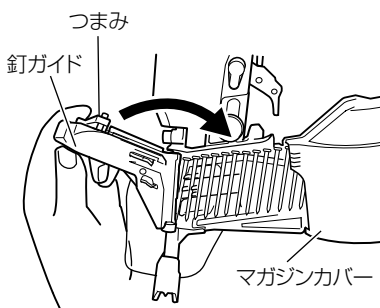

図 11
(3) 釘ガイドを閉じる
- マガジンカバーが閉じられていることを確認した後、釘ガイドとつまみに指を掛け、つまみを下へ押しながら、釘ガイドを右に回して完全に閉じます。(図11)